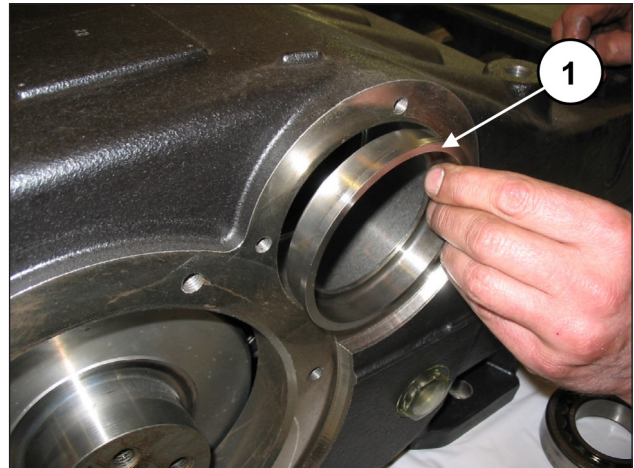
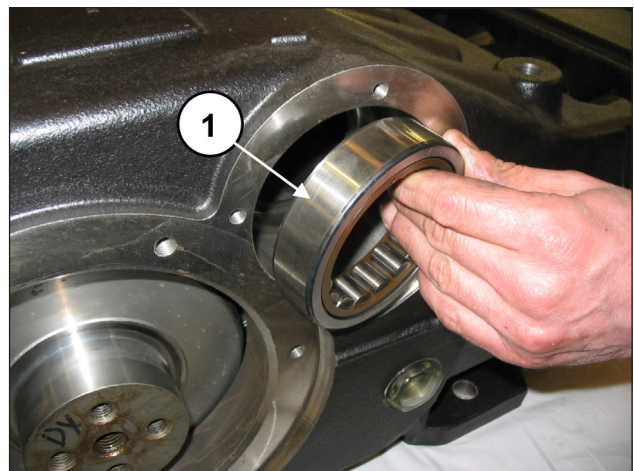

Fig. 54
Fig. 55
Sur un côté du carter, insérer la douille de lubrification des coussinets (rep. ①, Fig. 54) et une bague extérieure du coussinet (rep. ①, Fig. 55) à l'aide d'un tampon et d'un outil à inertie.